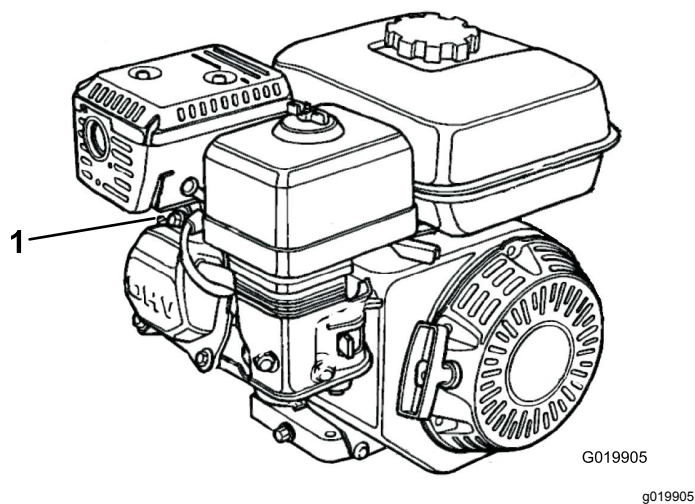

Figura 33
1. Scollegate il cappellotto dalla candela (Figura 33).